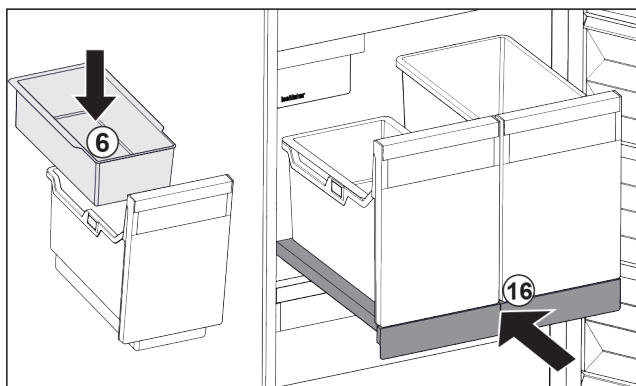

Fig. 40
- Sätt in det hängande facket Fig. 40 (6) för istärningar.
- Skjut in utdragshyllan med behållare (IceTower). Fig. 40 (16)